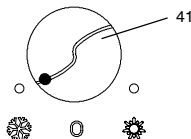
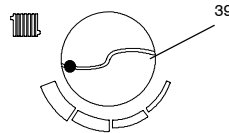

Fig. 5.3
Fig. 5.4
- 6 Mettre en marche la chaudière en positionnant le commutateur (41) comme indiqué dans la Fig. 5.3.
13 Positionner le régulateur de température chauffage (39 – Fig. 5.4) sur le maximum. Positionner le commutateur (41) comme indiqué dans la Fig. 5.3. Le thermostat d'ambiance doit se trouver sur "demande de chaleur".